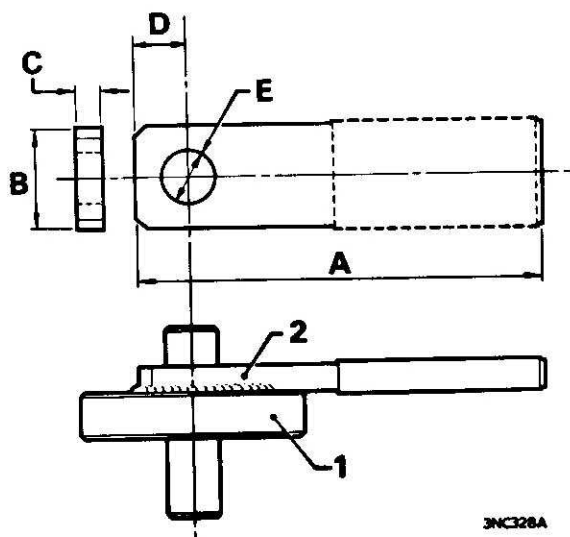

Fig. A.30
9. Approntarsi un attrezzo per bloccare la rotazione del treno d'ingranaggi mentre viene allentato il dado di bloccaggio dell'ingranaggio dell'albero d'uscita. Fig. A.30
10. Praticare un foro di 19,05 mm nella barra illustrata in Fig. A.30 e saldare all'arco la barra sul vecchio ingranaggio intermedio. Avvolgere del nastro attorno alla barra, nel punto in cui verrà a contatto con l'albero a gomiti.